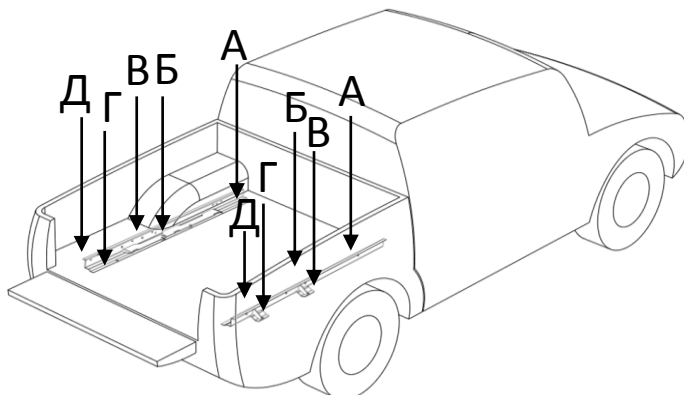

Рис.1
7. Задвинуть платформу по направляющим как показано на рисунке 2. При необходимости выровнять положение платформы относительно бортов. Несколько раз выдвинуть и задвинуть платформу, убедиться в свободном ходе платформы. Постепенно выдвигая платформу, затянуть поочередно болты А, Б, В, Г и Д (рис.1),.